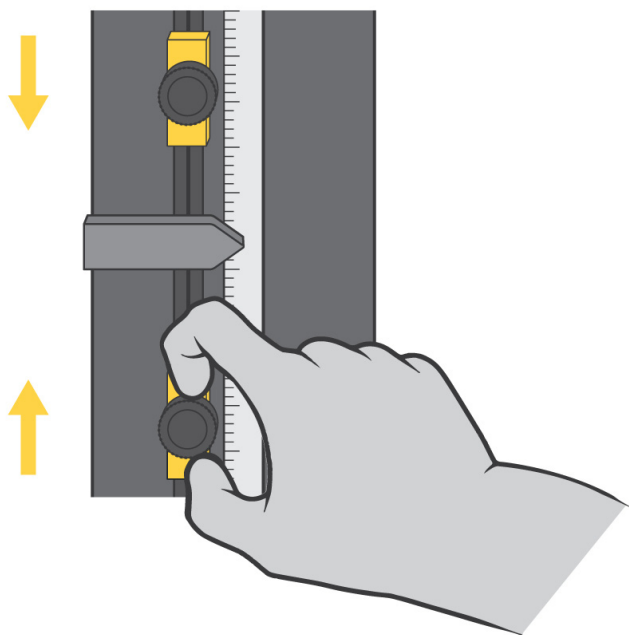

Figure 17. Réglage des butées de fin de course
machine, comme illustré en Figure 17 à la page 96. Les butées de fin de course (1 et 2) possèdent des vis moletées qui peuvent être serrées et desserrées à la main de manière à les fixer dans une position quelconque sur la tringle des fins de course. Positionnez ces butées légèrement au-delà des paramètres d'essai pour éviter tout dépassement de course de la traverse. Lorsque la traverse atteint sa course maximale prédéfinie, la came de commande du contacteur fin de course (3) entre en contact avec la butée correspondante. Ce contact entre la came et la butée déplace la tringle des fins de course et actionne les contacteurs de fin de course. Ceci arrête le déplacement de la traverse.